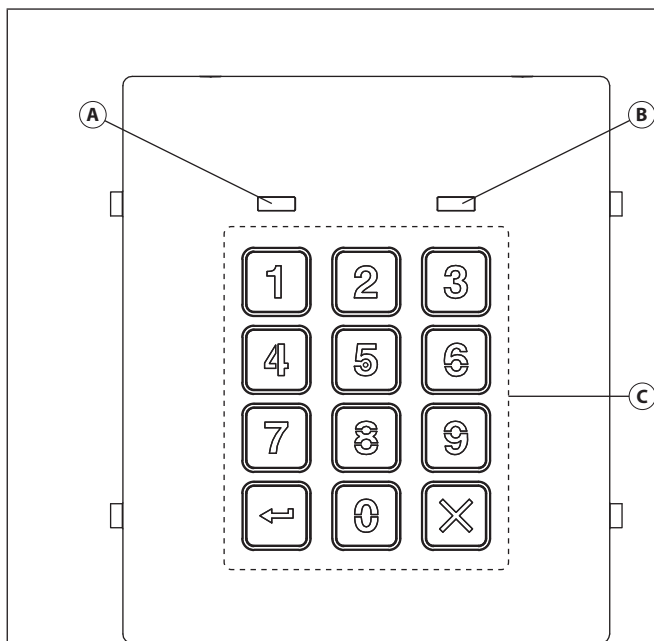
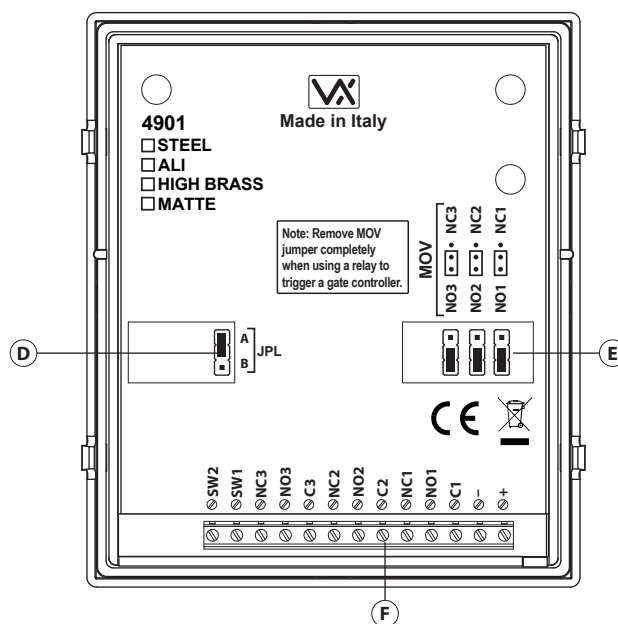

Fig. 1 Fronte
Fig. 2 Retro
1. Place the surface box against the wall (165-170cm between the top of the box and the floor level as shown in **Fig. 1**) and mark the fixing holes for the wall plugs and the hole for the cables **(E)** (**fig. 2**). Observe the orientation of the box with the hinge on the left;
2. As shown on **Fig. 2**, drill the fixing holes **(A)**, insert the wall plugs **(B)** and feed the cables **(E)** through the surface box opening **(D)**, fix surface box **(C)** to the wall using the screws **(F)**;
1. Protect the module support frame fixing holes from dust then embed the back box into the wall (165-170cm between the top of the box and the floor level as shown on the **Fig. 1**) feeding the cables **(E)** (**Fig. 2**) through a previously opened hole in the box. Observe the direction of the box ensuring the hinge is on the left and take care that the box profile is in line with the finished wall profile;
L'azionamento della serratura elettrica può provocare degli spike, per evitare tale inconveniente si consiglia di collegare tra i terminali della serratura un varistore (**Fig. 1**) o un diodo (**Fig. 2**) a seconda che la serratura sia in alternata o in continua.
Il jumper JPL (**Fig. 2, D**) è utilizzato per variare la luminosità e determinare il funzionamento della retroilluminazione della tastiera. Sono presenti quattro impostazioni di luminosità e due modalità di programmazione (Modo 1 e 2) tramite jumper.